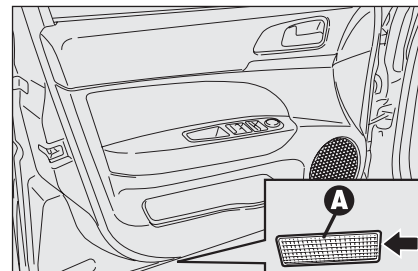
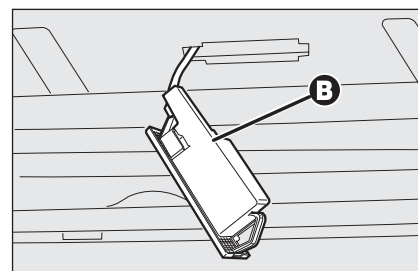

fig. 52
fig. 53
- ☐ abra la puerta y quite la parte transparente **A-fig. 52** haciendo palanca en el punto indicado por la flecha;
- ☐ levante la protección **B-fig. 53** y sustituya la lámpara montada a presión;
- ☐ cierre la protección **B-fig. 53** de la parte transparente **A-fig. 52**;